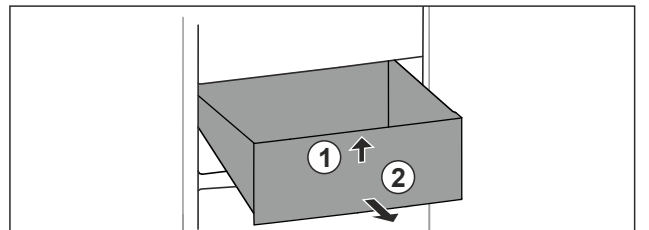

Fig. 56
- ▶ Levantar el cajón por delante. Fig. 56 (1)
- ▶ Extraer el cajón hacia delante. Fig. 56 (2)